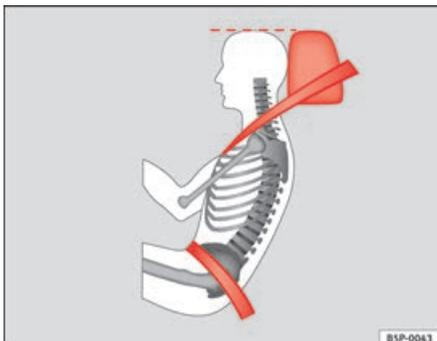

Fig. 14 Posição da faixa do cinto de segurança e do encosto de cabeça correctos, vistos de lado
- A faixa inferior do cinto de segurança tem de ser colocada junto à bacia, sem passar por cima do abdómen. O cinto de segurança tem de ficar bem cingido à zona pélvica do ocupante ⇒ **fig. 14**. Se necessário, reajustar um pouco a faixa do cinto de segurança.